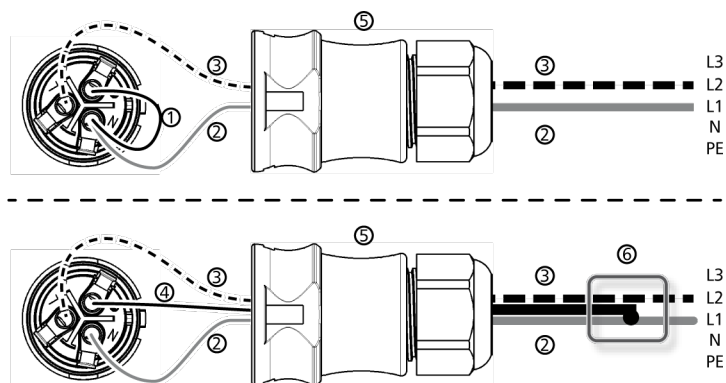

Abb. 8: Verbindung von N und FE im AC-Stecker (oben) oder Unterverteiler (unten)
- N und L werden wechselrichterseitig zwischen die Außenleiter L1 – L2 angeschlossen. Siehe ② und ③ in **Abb. 8**.
Abb. 8 zeigt beispielhaft die wechselrichterseitige Verbindung von L1 und FE:
2. ➤ Verbinden Sie wechselrichterseitig eine der beiden angeschlossenen Phasen mit FE. Stellen Sie die Verbindung entweder im AC-Stecker oder in einem externen Unterverteiler her gemäß **Abb. 8**.